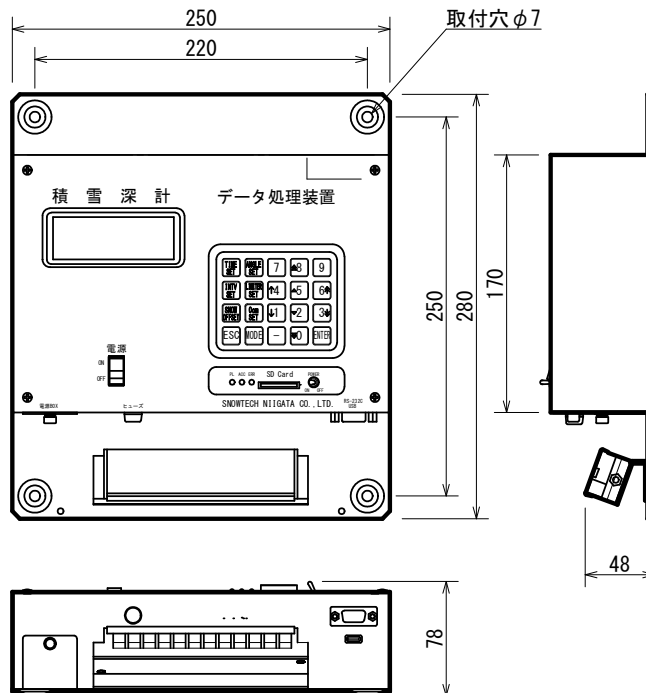

図 4
⑩ 取 付 穴……本装置を制御盤等に固定するために使用します。寸法詳細は、8頁図4を参照ください。
⑪ 製 造 番 号……製造番号が表記してあります。
- ① 電源スイッチ……SD カードロガーの電源を ON（入）・OFF（切）するスイッチです。
② カードスロット……SD カードを差し込むスロットです。
③ PL（緑）表示……電源スイッチを ON（入）にするとランプが点灯します。
④ ACC（黄）表示……SD カードにデータを書込み時ランプが点灯します。
⑤ ERR（赤）表示……エラーがある場合ランプが点滅します。
(2) データ処理装置
- ① 屋内仕様ですので、屋外に設置する場合は必ず屋外BOX（市販品）を用意して、その中に設置してください。
- ② 屋内に設置する場合は、壁面に設置するか机の上に設置してください。机上の場合は、落下しないような処置をしてご使用ください。
- ③ 屋外BOX、壁面等に取り付ける場合は、図4の寸法を参考に取付けてください。